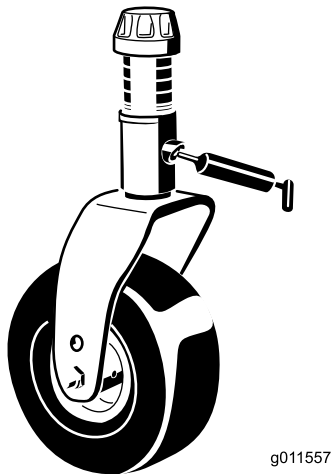

Figure 18
- Bagues d'axe de fourche de roue pivotante (2) (Figure 18)